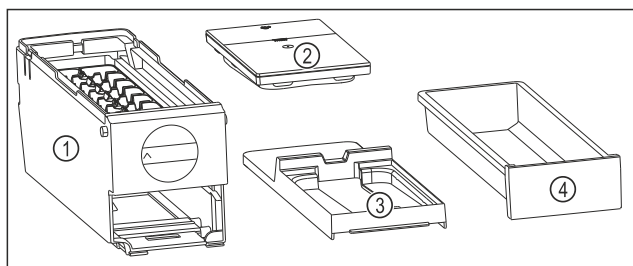

Fig. 138 Составные части EasyTwist-Ice
- ▷ EasyTwist-Ice разобран на четыре части. (см. Fig. 138)
- ▶ Разбирайте EasyTwist-Ice только на составные части, представленные на рисунке. (см. Fig. 138)
- ▶ Очищайте корпус EasyTwist-Ice Fig. 138 (1) как цельное устройство.